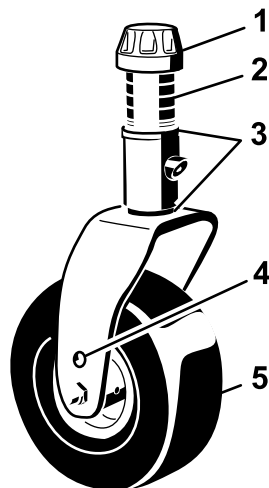

図 15
11. 刈高がステッカー 図 15 と合わない場合には、シムをキャストフォークに取り付けて調整する; カッティングユニットのピッチの調整 (ページ 13) を参照。